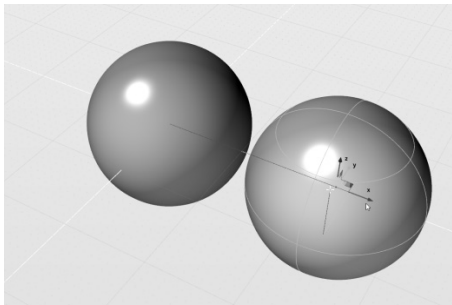

图 2-79 移动复制对象
3) 在新复制的对象“球体#1/1”上会自动开启平移操作, 显示平移操纵杆。此时可将复制对象向 X 轴方向平移, 即能同时显示出原始与复制的两个对象, 如图 2-79 所示。